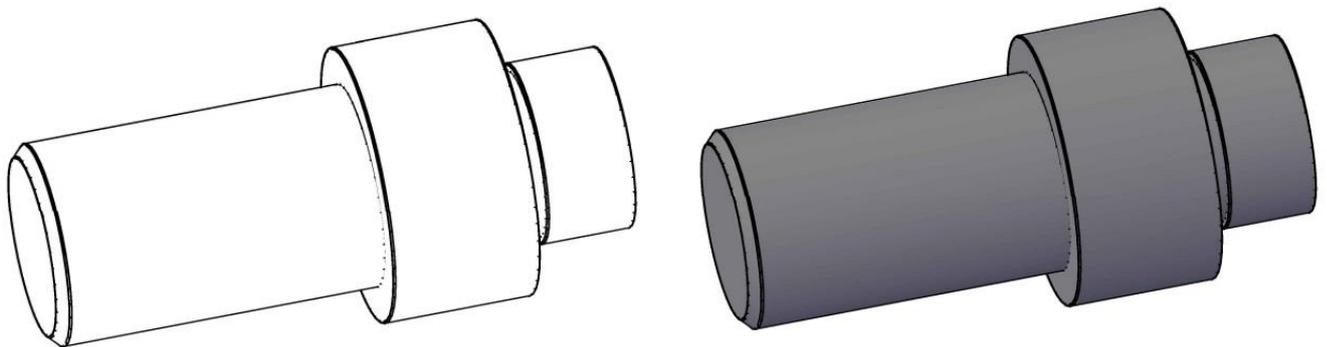
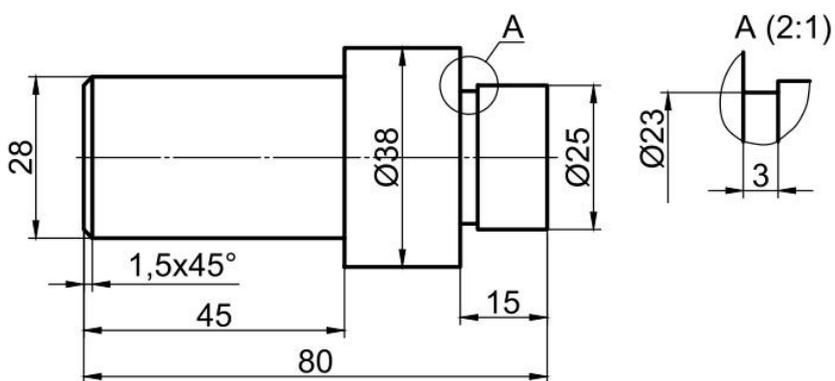

Рис. 1
Рис.2
1. По данному образцу (Рис. 1) и эскизу (Рис. 2) выточить вал;